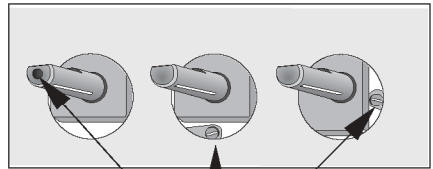

Рис. 6
- Тонкой отверткой отрегулируйте положение винта обводной подачи, расположенного по центру газового крана (см. рис. 6). При переоборудовании с природного газа давлением 20 мбар/13 мбар на сжиженный газ (LPG) закрутите регулировочный винт до упора. При переоборудовании со сжиженного нефтяного газа (LPG) на природный газ давлением 20 мбар открутите винт обводного клапана примерно на 1/4 оборота. При переоборудовании панели с природного газа давлением 20 мбар на природный газ давлением 13 мбар открутите винт обводной подачи примерно на 1/4 оборота. При переоборудовании со сжиженного газа (LPG) на природный газ давлением 13 мбар открутите винт обводной подачи примерно на 3/4 оборота.